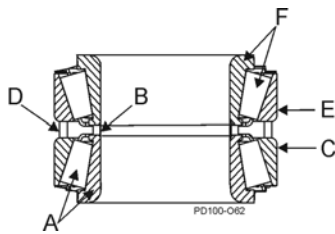

Abbildung 78 – Lagerbaugruppe
HINWEIS: NIEMALS Teile unterschiedlicher Lagerbaugruppen miteinander mischen. Die Teile wurden bei der Herstellung präzise aufeinander abgestimmt und müssen immer als komplette Baugruppe montiert werden. Siehe Abbildung 78.
- Heben Sie den unteren Konus und die Rollenbaugruppe (Abbildung 78, Pos. A) aus dem Lagerstapel und setzen Sie ihn mit dem Radius nach unten auf die Welle. Drücken Sie ihn auf die Welle, bis er an der Wellenschulter anliegt. Drücken Sie nur am inneren Konus.